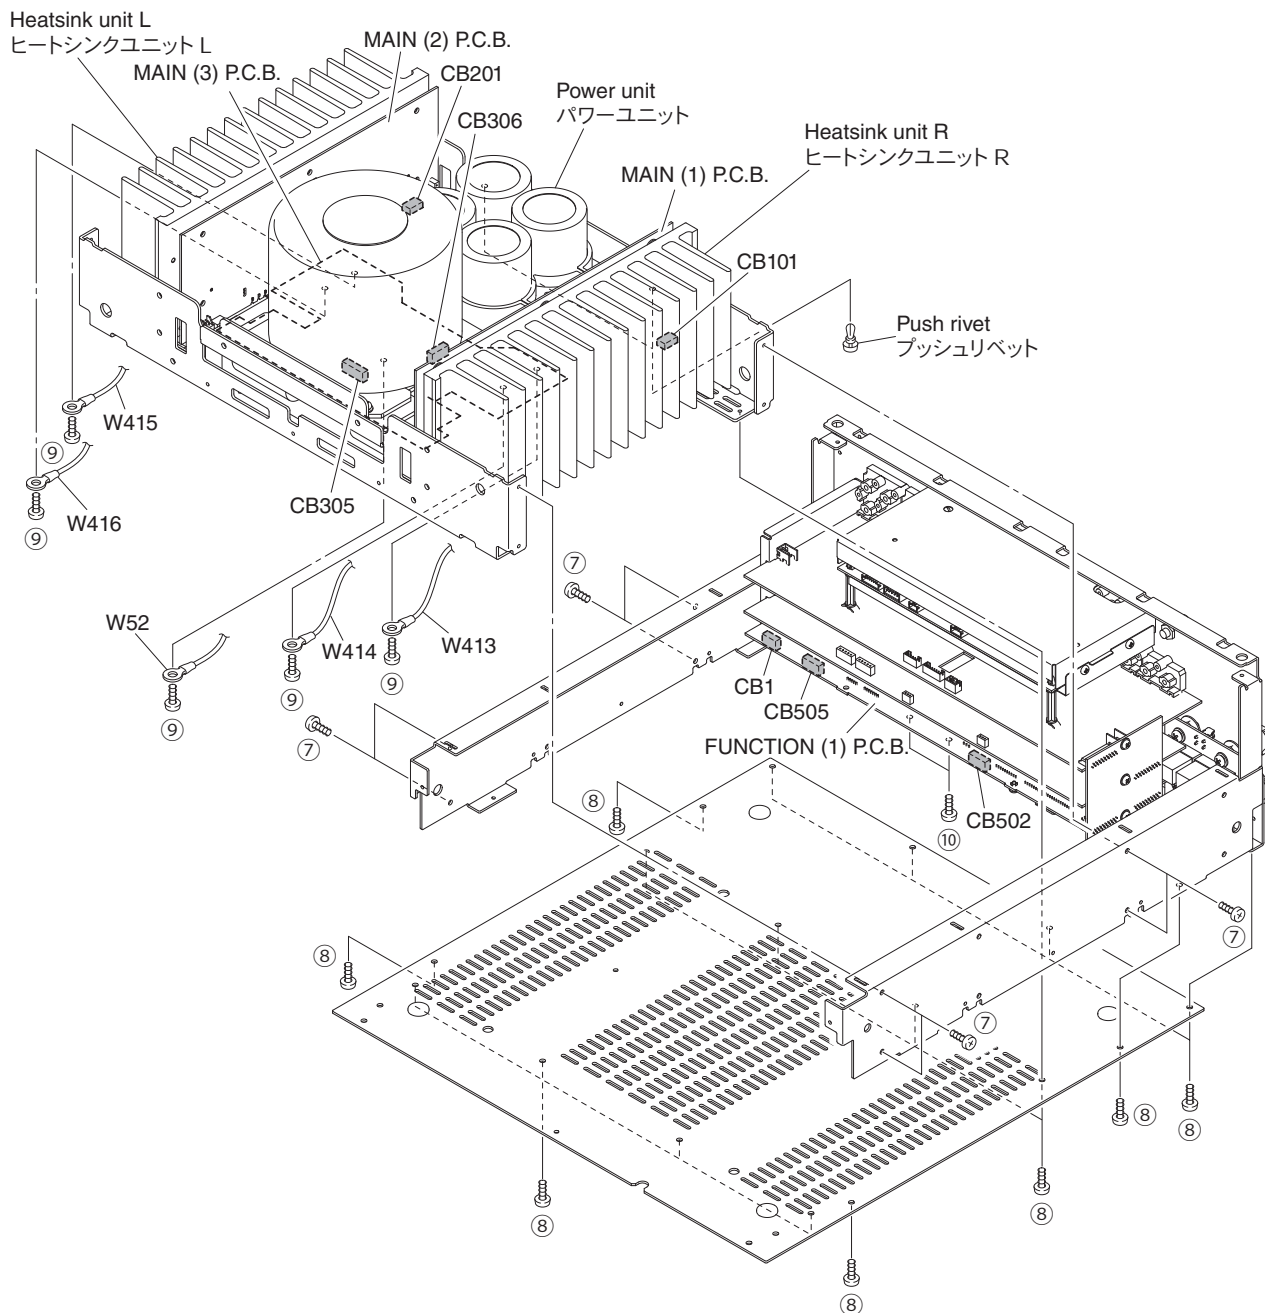

Fig. 8
- Remove 8 screws (7) and 16 screws (8). (Fig. 8)
- Remove 5 screws (9) and disconnect 5 cables. (Fig. 8)
- Remove 2 screws (10) and then remove 2 push rivets. (Fig. 8)
- Remove CB1, CB101, CB201, CB305, CB306, CB502 and CB505. (Fig. 8)
- Remove the heatsink unit L and heatsink unit R together with the power unit. (Fig. 8)
- ⑦のネジ8本、⑧のネジ16本を外します。(Fig. 8)
- ⑨のネジ5本を外し、ケーブル5本を外します。(Fig. 8)
- ⑩のネジ2本とプッシュリベット2個を外します。(Fig. 8)
- CB1、CB101、CB201、CB305、CB306、CB502、CB505を外します。(Fig. 8)
- ヒートシンクユニットL、ヒートシンクユニットRとパワーユニットを一緒に外します。(Fig. 8)